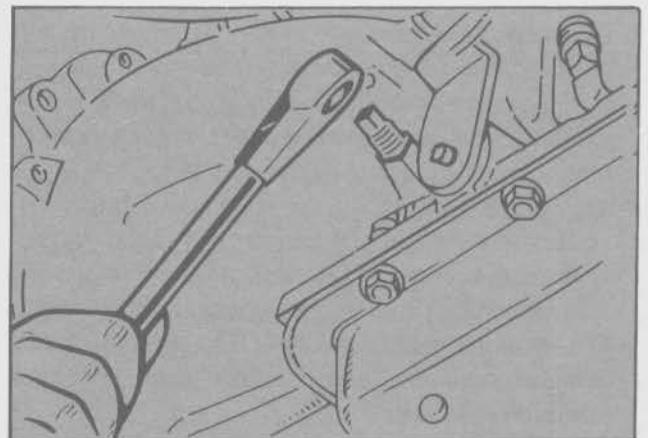

Fig. 7 - Ajuste de la banda frenante delantera
- Roscar el tornillo de ajuste con la llave de torque (Herramienta Especial T78G-77370-BAS) hasta que su sistema precalibrado se suelte (Fig. 7).